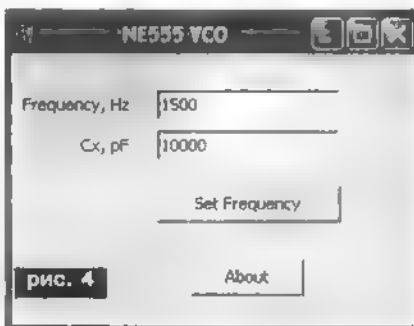

рис. 4
Окно работающего приложения показано на рис.4. Как видно из рис.4, для установки требуемой частоты нужно задать емкость конденсатора C_x в пикофарадах и значение частоты в герцах.
- перейти в этот каталог и запустить на выполнение командный файл run_NE555VCO.bat, после чего на экране появится окно приложения NE555VCO (рис.4)